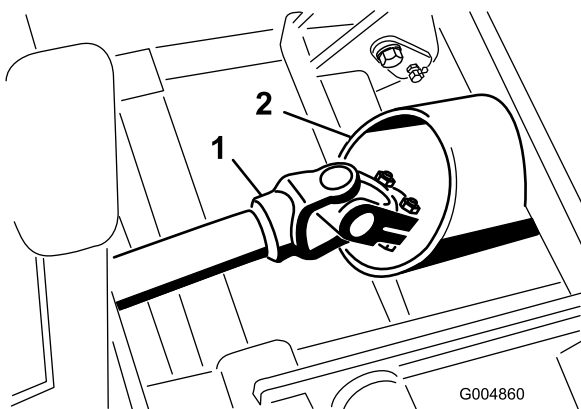

Figura 109
20. Coloque cuidadosamente el conjunto del bastidor de invierno en su posición, pasando el eje motor a través del tubo del bastidor (Figura 109).